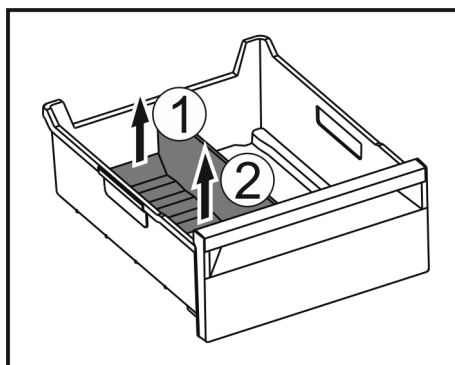

Fig. 147
- ▶ Zdvihnite zadnú časť oddelovača zásuvky na ľad. Fig. 147 (1)
- ▶ Odoberte oddelovač zásuvky na ľad nahor. Fig. 147 (2)